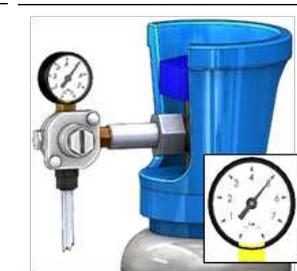

Figure 6
16. Tourner la vis de réglage jusqu'à ce que l'aiguille du manomètre atteigne 3.5 bars (figure 6).